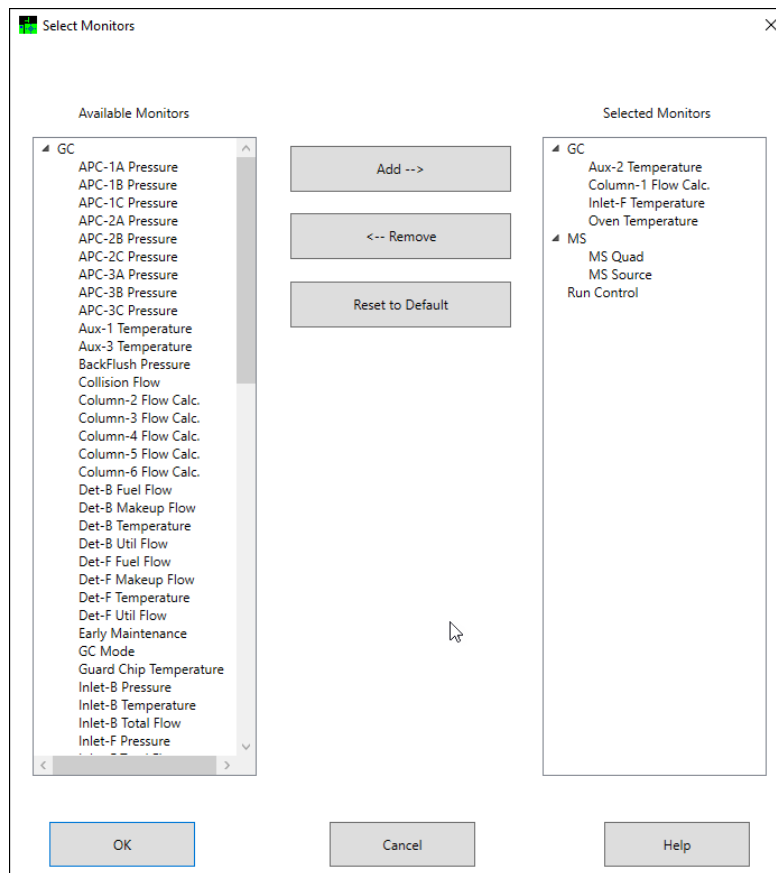

Figure 25. Boîte de dialogue Select Monitors (Sélectionner des moniteurs)
- 1 Dans la vue **Instrument Control** (Pilotage de l'instrument), sélectionner **Edit Monitors** (Modifier les moniteurs) dans le menu **Instrument** pour afficher la boîte de dialogue **Select Monitors** (Sélectionner des moniteurs). (Voir Figure 25.)